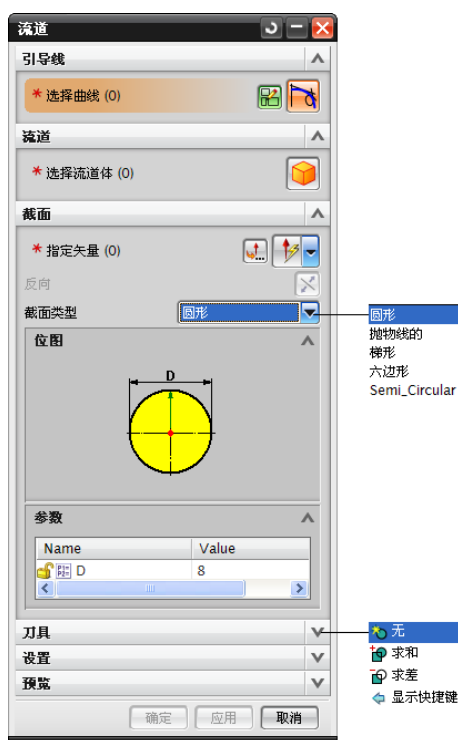

图 9-2 【流道】对话框
单击注塑模向导工具栏中【流道】按钮，弹出如图 9-2 所示【流道】对话框。
利用图 9-2【流道】对话框，可以创建流道中心线，可以创建 5 种截面形状的流道体，
(2) 在注塑模向导工具栏中单击【流道】按钮，打开如图 9-2 所示【流道】对话框。
(4) 打开如图 9-2 所示的【流道】对话框，按照前述方法创建流道实体和流道腔槽。